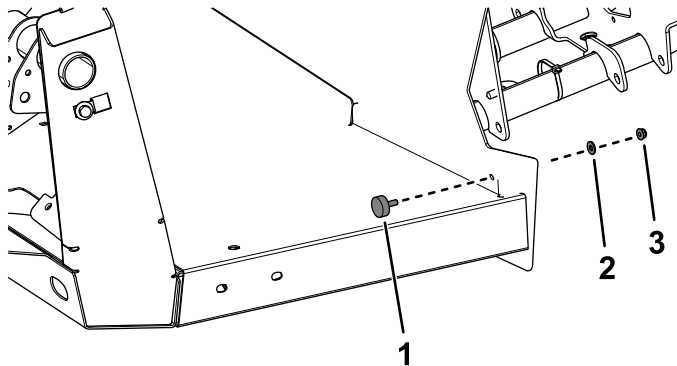

Figure 24
5. Montez une butée en caoutchouc avec une rondelle et un écrou à embase ($\frac{1}{4}$ ") de chaque côté (Figure 24).